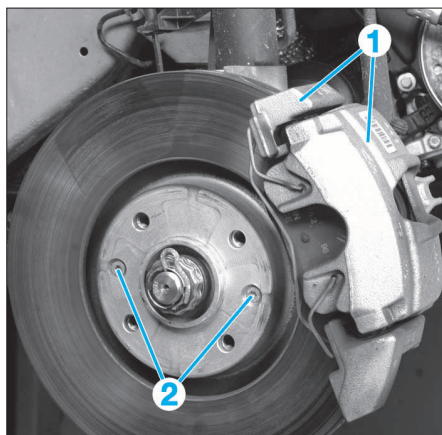

FIG. 11
- Déposer l'étrier et son support (1) (voir opération correspondante) (Fig.11)